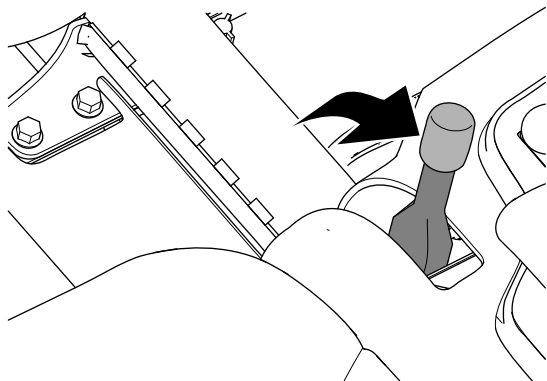

Figura 30
2. Inserite il freno di stazionamento (Figura 30).